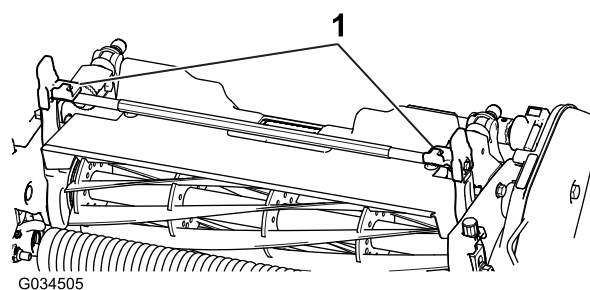
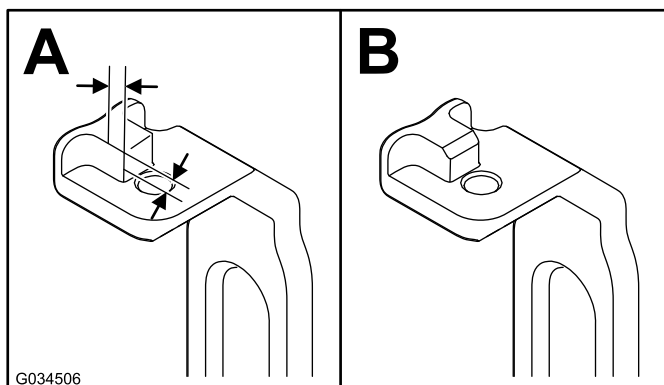

Рисунок 6
Рисунок 7
2. На обоих прижимных рычагах (Рисунок 6) отмерьте расстояние 2.3 мм на выступах и заточите фаску, как показано на Рисунок 7.